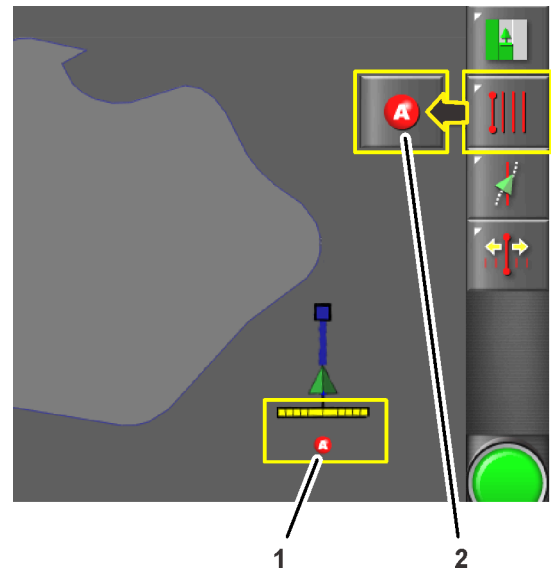

Bild 12
5. Drücken Sie das Symbol für den Einstellpunkt A (Bild 12).